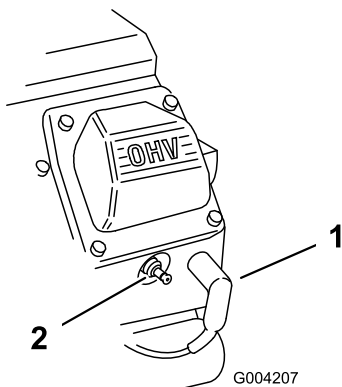

Figura 153
2. Desconecte los cables de las bujías (Figura 153).